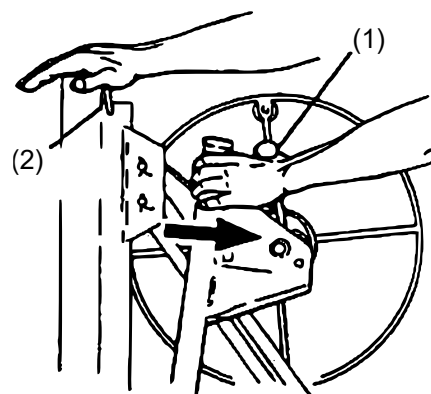
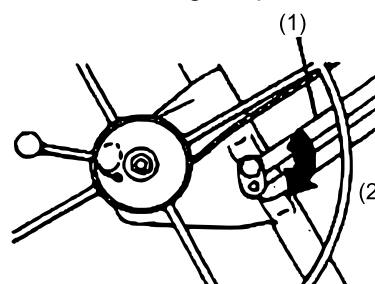

Figure 4
Figure 5
- c. Placez votre main droite sur le haut du cadre. Continuez à tenir le bras de frein autant que nécessaire (1) pour prévenir l'effet coup de fouet du câble. Puis tirez le treuil complètement vers vous (Fig. 4).
- d. Lorsque le treuil sera complètement allongé (loin du cadre), laissez aller le bras de frein et dégagez l'anneau de rétention (2) afin qu'il ne retienne plus les pièces télescopiques à l'intérieur du boîtier du cadre.
5. Repoussez légèrement le treuil vers le cadre. La barre de verrouillage sera automatiquement engagée de manière à ce que le treuil reste allongé (Fig. 5).
- IMPORTANT :** Avant de continuer, assurez-vous que la barre de verrouillage (1) est complètement engagée, c'est-à-dire pivotée dans le sens horaire (2), le plus loin possible.